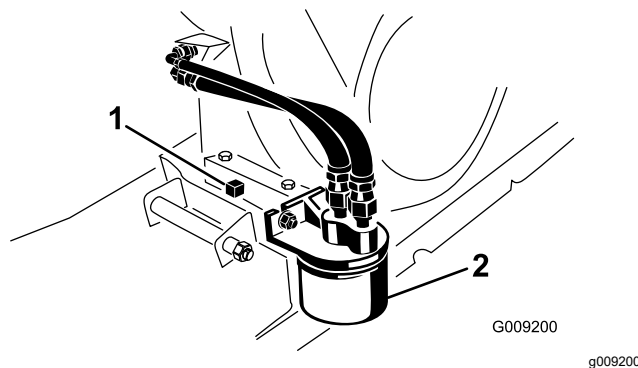

Figura 36
7. Collocate una bacinella di spurgo sotto il tappo di svuotamento (Figura 36).
8. Togliete il tappo di spurgo e la guarnizione (Figura 36).
2. Togliete il vecchio filtro dell'olio (Figura 36).
4. Inserite il nuovo filtro sul relativo adattatore in modo che la guarnizione sia a contatto con la piastra di appoggio, quindi serrate il filtro di un ulteriore 1/2 o 3/4 di giro (Figura 36).